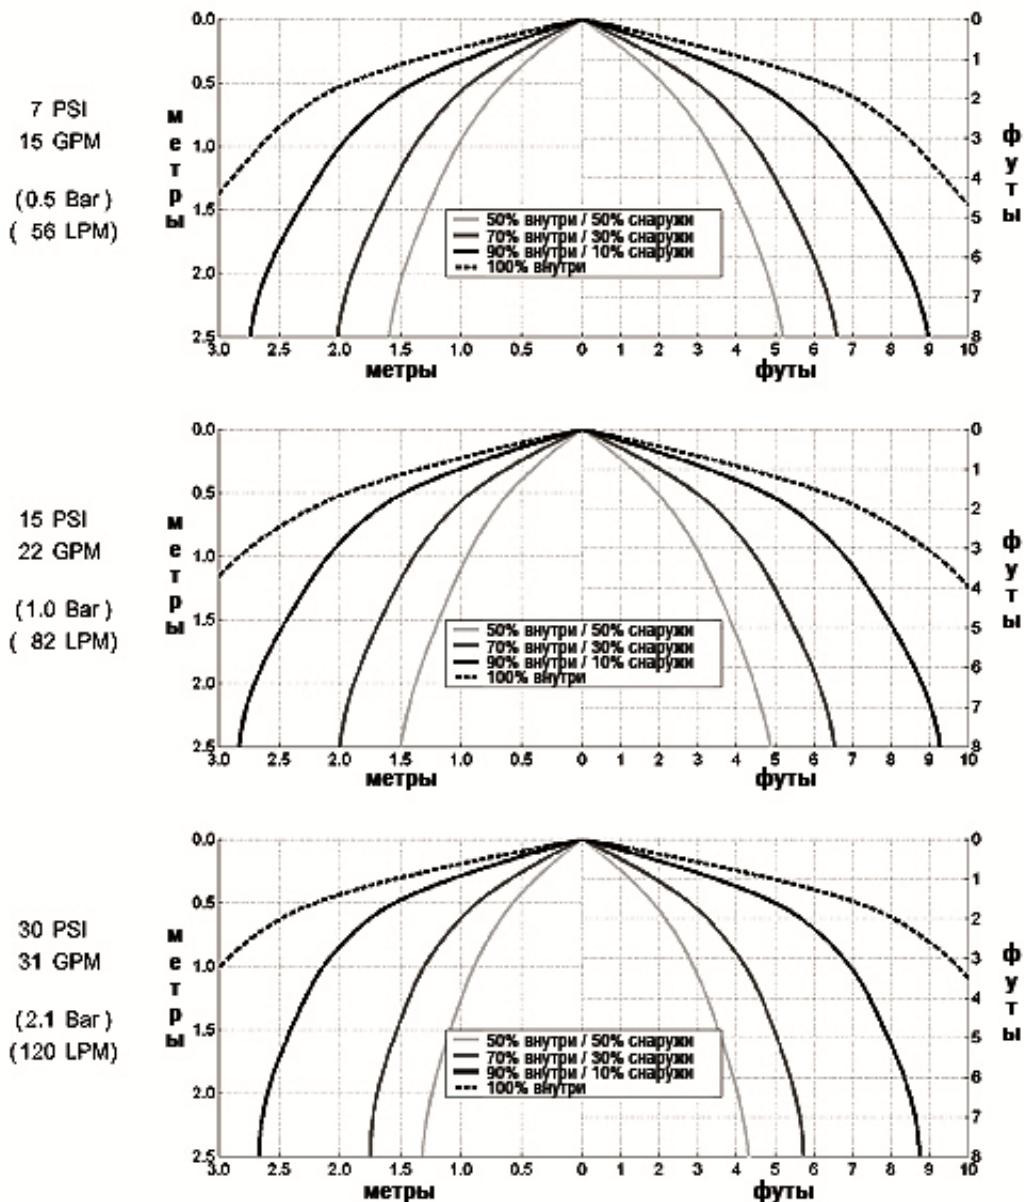

Рис. 6 Карта орошения спринклерных оросителей типа RF II
Карта орошения приведена на рис. 6.
- Скрытые спринклерные оросители модели RFII имеют стандартную зону орошения. Карта орошения приведена на рис. 6.